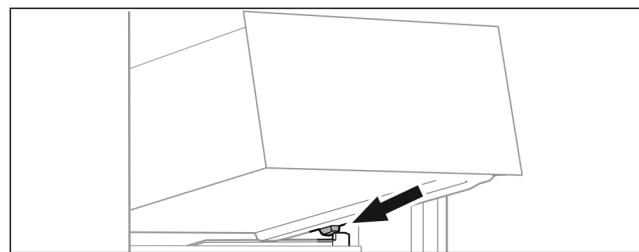

Fig. 29
- Встановити висувний ящик за стопорами на ребро для резервуару навскоси. (див. Fig. 29)